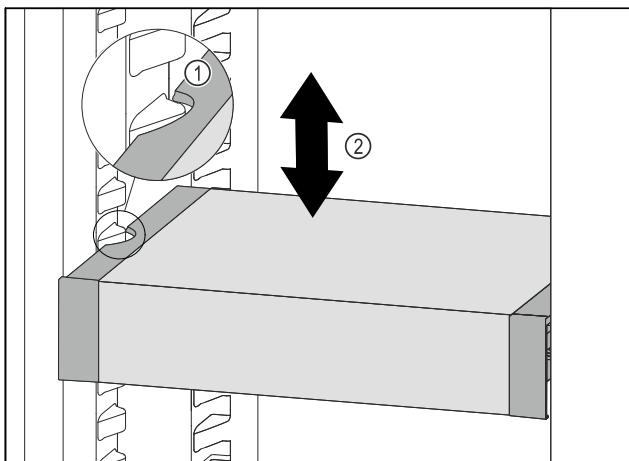

Fig. 96
- ▶ Tirer le VarioSafe vers l'avant jusqu'à ce que les encoches latérales du VarioSafe soient à la hauteur de la nervure du bac dans la partie réfrigérateur. Fig. 96 (1)
- ▶ Déplacer le VarioSafe vers le haut ou vers le bas dans la partie réfrigérateur jusqu'à ce que la hauteur souhaitée soit atteinte. Fig. 96 (2)